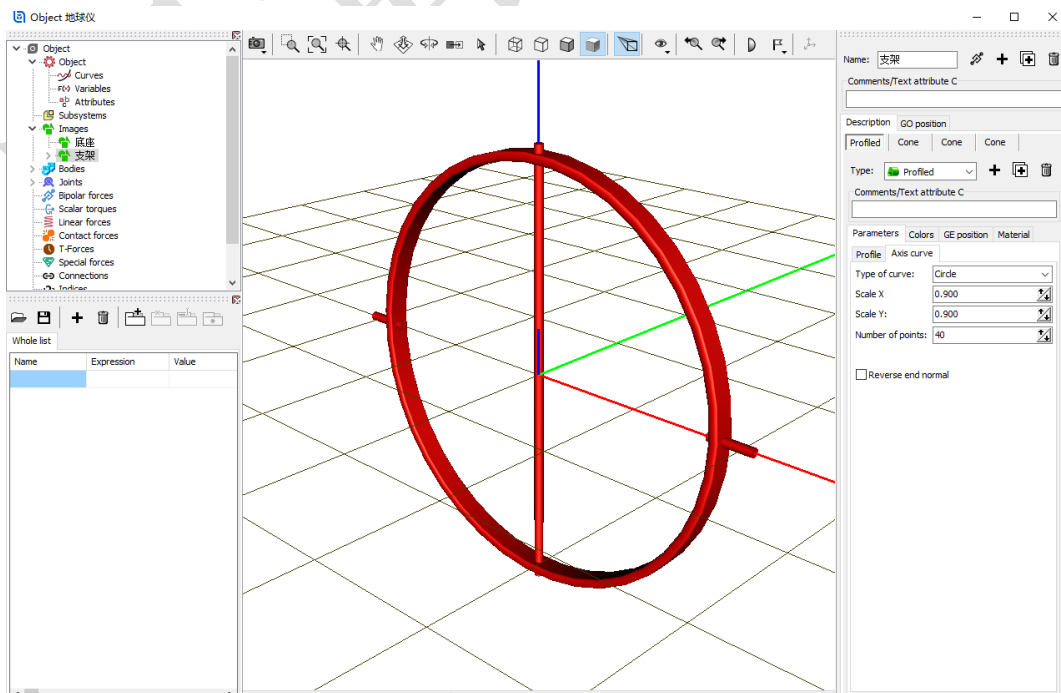

图 2-17
- 2) 这样，我们就导入了地球仪支架的几何图形 (**Images**)，如图 2-17 所示。导入几何图形的目的是增强模型可视化效果，它并不参与动力学计算。